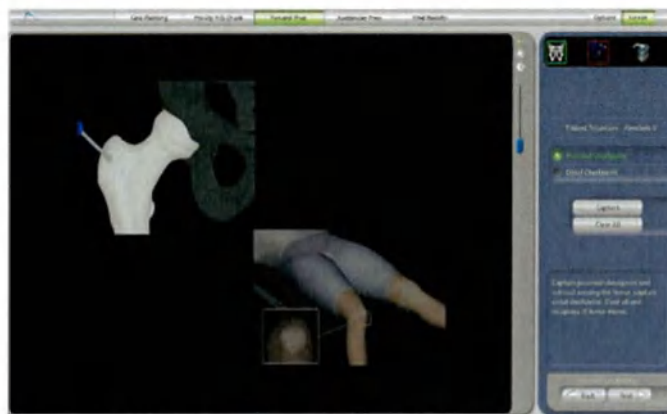

Рисунок 10. Проксимальная контрольная точка бедренной кости
2. До дислокации найдите рекомендованную позицию контрольной точки на проксимальном участке бедренной кости на боковой поверхности большого вертела, как показано на (Рисунок 10).